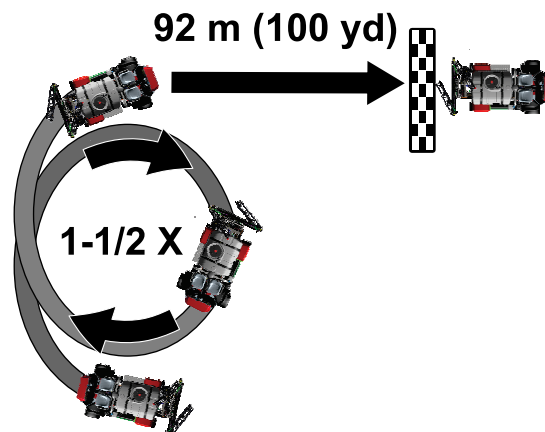

图 165
3. 驾驶机器 1-1/2 圈图 165。
5. 驾车直行 92m请参阅图 165。